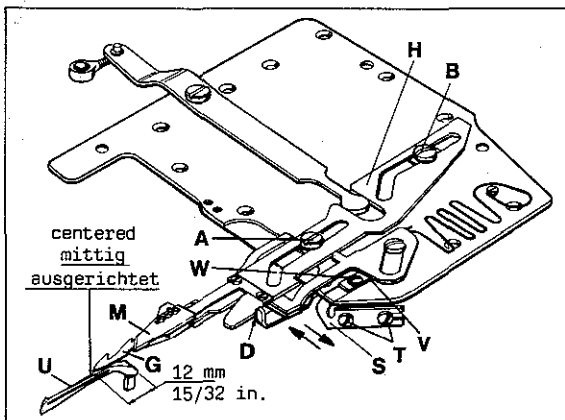
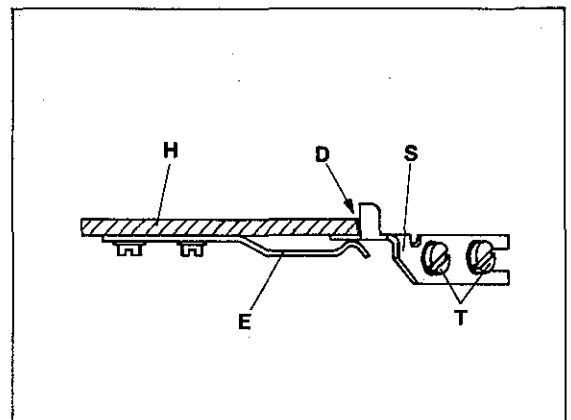
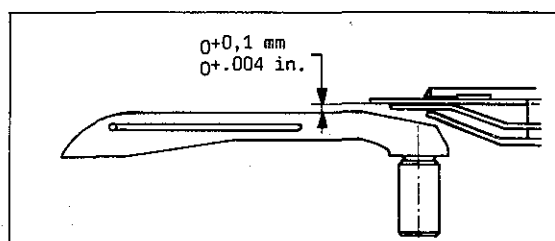

Fig.54
Fig.55
Fig.56
3.1 Loosen screws (T, Fig. 54) and move guide (S) to the front (towards the operator).
3.2 With needles exactly on the top of their stroke, move the thread trimmer mechanism to the left until the tip of lower knife (G, Fig. 54) is 12 mm (5/32 in.) from the right end of looper (U).
For adjustment loosen screw (B, Fig. 54) and rotate lower knife holder (H) around screw (A) until the lower knife tip centers above the ridge on the top of the looper blade. Retighten screw (B).
3.4 Stop (V, Fig. 54) limits the movement of the upper knife (M) to the left.
Now move guide (S, Fig. 54) to the rear (away from operator) until it contacts the lower knife holder (H) at point (D, Figs. 54 and 55) without deflecting it.
Simultaneously set by lowering or raising guide (S, Fig. 55), which is also positioned between lower knife holder (H) and leaf spring (E), the height of lower knife above the top ridge of looper blade according to Fig. 56. Retighten screws (T, Figs. 54 and 55).
**NOTE:** Always when loosening screw (B, Fig. 54) for setting the lower knife tip, it is necessary to readjust guide (S, Figs. 54 and 55).
3.1 Lösen Sie die Schrauben (T, Fig. 54) und schieben Sie die Führung (S) nach vorne (zur Bedienungsperson).
3.2 Bei genau am oberen Endpunkt ihrer Bewegung stehenden Nadeln schwenken Sie den Fadenabschneidermechanismus nach links, bis die Spitze des Untermessers (G, Fig. 54) 12 mm vom rechten Ende des Greifers (U) entfernt ist.
Zur Einstellung lösen Sie die Schraube (B, Fig. 54) und drehen den Träger für Untermesser (H) um die Schraube (A) bis die Untermesserspitze mittig über dem Rücken der Greiferklinge steht. Ziehen Sie die Schraube (B) wieder an.
3.4 Der Anschlag (V, Fig. 54) begrenzt die Bewegung des Obermessers (M) nach links.
Schieben Sie nun die Führung (S, Fig. 54) nach hinten (von der Bedienungsperson weg) bis sie im Punkt (D, Fig. 54 und 55) am Träger für Untermesser (H) ohne zu drücken anliegt.
Stellen Sie gleichzeitig durch nach unten oder oben Verschieben der Führung (S, Fig. 55), die auch zwischen dem Träger für Untermesser (H) und Blattfeder (E) liegt, die Höhe des Untermessers über dem Rücken der Greiferklinge nach Fig. 56 ein. Ziehen Sie die Schrauben (T, Fig. 54 und 55) wieder an.
**BEACHTEN SIE:** Nach jedem Lösen der Schraube (B, Fig. 54) zum Einstellen der Untermesserspitze, muß die Führung (S, Fig. 54 und 55) neu eingestellt werden.